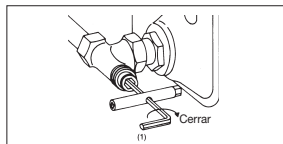

Fig. 4 Cierre del detentor
2. Cierre la válvula girando una llave de 6 mm (1) en sentido horario (fig. 4)